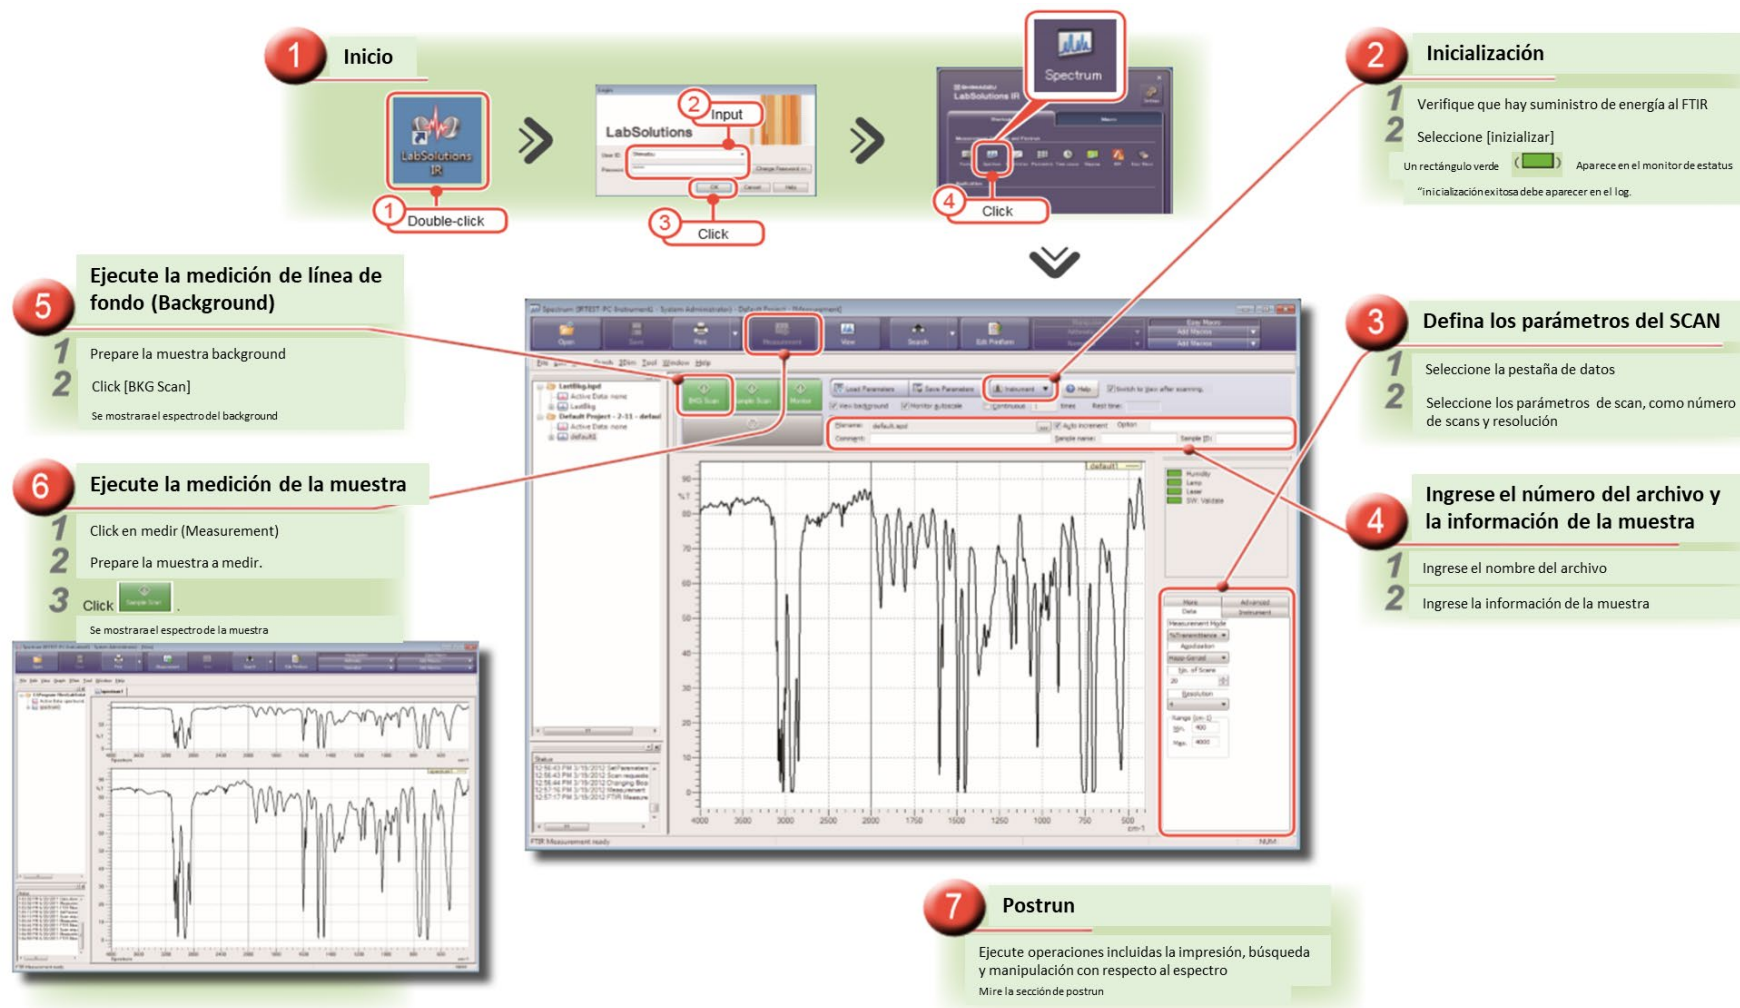

Figura 4. Ventana para la medición de espectros.
Medición de espectros (Ver figura 4):
- Tomar espectros (SPECTRUM): Es la forma principal de hacer mediciones con el Affinity 1S. Muestras y patrones, sea para cuantificar o hacer una búsqueda en la biblioteca. La pestaña de espectro recoge la información relevante como rango de número de onda, número de escaneos, resolución entre otros. Ver Figura 4